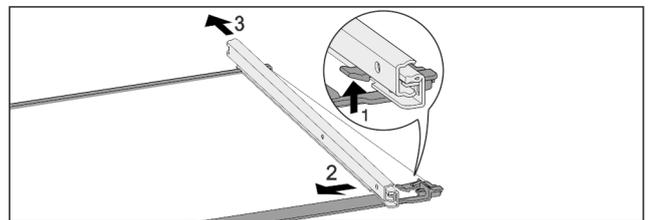

Fig. 122 Ripiano in vetro con guide
- ▶ Premere il gancio di fermo anteriore verso l'alto. Fig. 122 (1)
- ▶ Far scorrere la guida estraibile di lato Fig. 122 (2) e verso il lato posteriore Fig. 122 (3).